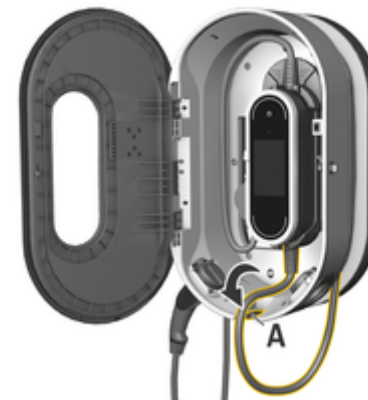

Fig. 51: Insertando la unidad de control
3. Guiar el cable del vehículo a través de la abertura **A** (Fig. 51) y envolver cualquier exceso de cable alrededor del muelle de carga.